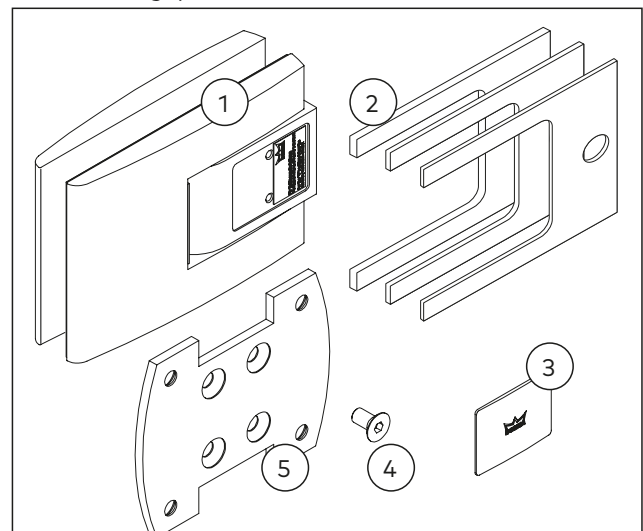

Abb. 6 Lieferumfang der Wandbefestigung mit aufliegender Montageplatte
- ▶ 2 x Pendeltürband (Abb. 6/1)
- ▶ Zwischenlagen je 4 x in 3 verschiedenen Dicken: 1 mm, 2 mm, 3 mm (Abb. 6/2)
- ▶ 12 x Anschlagkappe in 3 verschiedenen Farben (Abb. 6/3)
- ▶ 8 x Senkschraube M6 x 12 (Abb. 6/4)
- ▶ 2 x Montageplatte (Abb. 6/5)